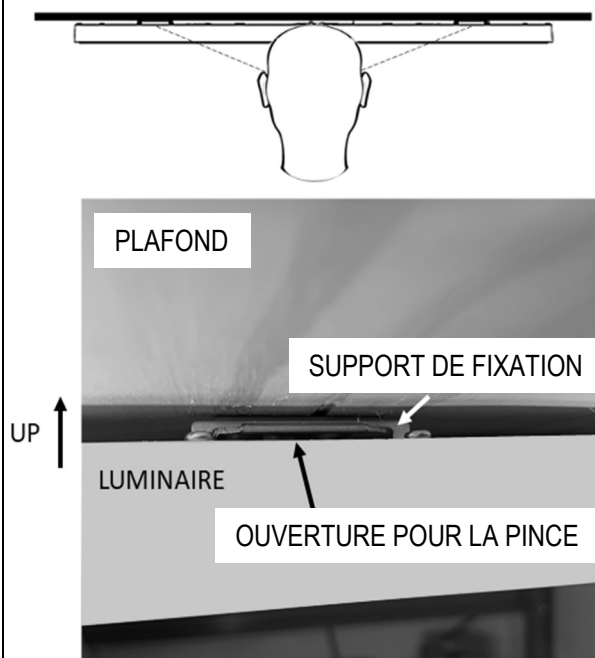

Figure 2.
- b. Pour les luminaires carrés (2 po x 2 po), les ouvertures se trouvent sur les côtés opposés du luminaire, vers chaque extrémité. Vous devrez peut-être prendre du recul pour regarder chaque côté, comme le montre le dessin du haut de la figure 2.
Chaque ouverture ressemble à la photo du bas sur la figure 2.